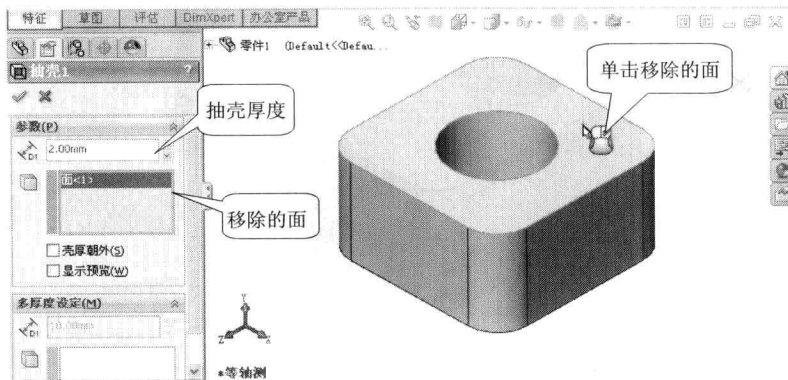
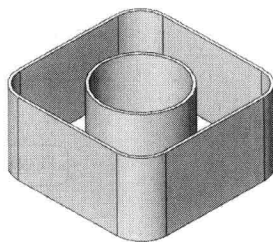

图 1-18 设置抽壳属性
图 1-19 抽壳结果
(1) 单击“特征”工具栏上的“抽壳”按钮, 控制区出现抽壳属性栏。将抽壳厚度设为“2”, 单击模型的上表面, 此时, 若不移动光标, 光标右侧出现鼠标图标(如图 1-18 所示), 按鼠标右键(或单击“确定”按钮), 完成抽壳操作, 结果如图 1-19 所示。
(2) 单击“视图”工具栏上(或右键菜单中)的“旋转视图”按钮(或按下鼠标中间滚轮), 在视图区拖动鼠标, 观看显示结果。